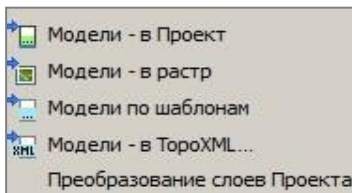

Рис. 32.16
**Данные/ Экспорт/ Модели – в ТороXML** (рис. 32.16).
Экспорт выполняется командой **Экспорт/ Модели по шаблонам** меню **Данные** (рис. 32.16). В параметрах команды можно выбрать требуемый формат (список зависит от наличия шаблонов) и проекты для экспорта.